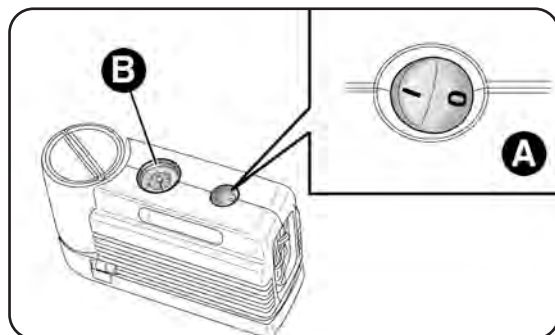
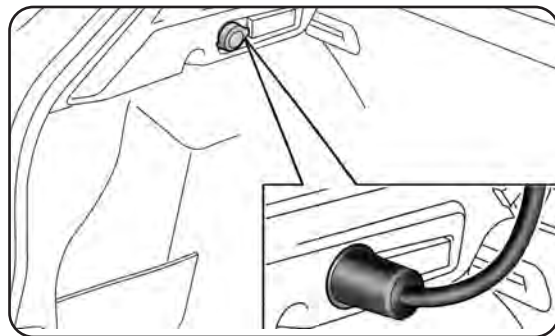

fig. 126
fig. 126a
- asegúrese de que el interruptor A-fig. 126 del compresor esté en posición 0 (apagado), arranque el motor, introduzca la clavija en la toma de corriente ubicada en el maletero (véase fig. 126a)/encendedor en el túnel central (véase fig. 127), encienda el compresor llevando el interruptor A-fig. 126 en posición I (encendido).
- infle el neumático a la presión indicada en el apartado “Ruedas” en el capítulo “Datos técnicos”. Para obtener una lectura más precisa, compruebe el valor de la presión en el manómetro B-fig. 126 con el compresor apagado;